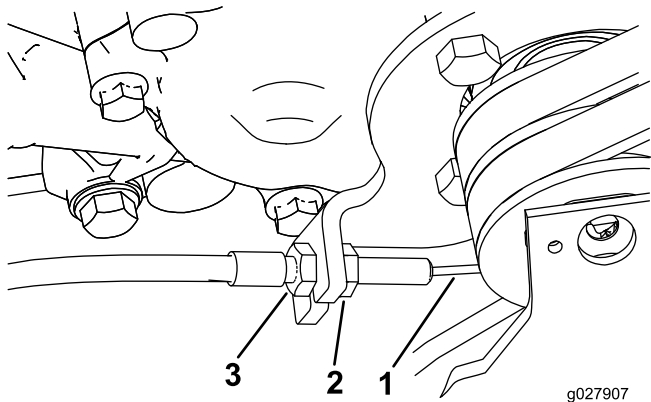

Bild 43
3. Lösen Sie zum Erhöhen der Zugspannung die Klemmmutter des vorderen Zugs und ziehen Sie die Klemmmutter des hinteren Zugs an (Bild 43), bis eine Kraft von 2,75 kg bis 3,25 kg benötigt wird, um den Fahrtrieb zu aktivieren.